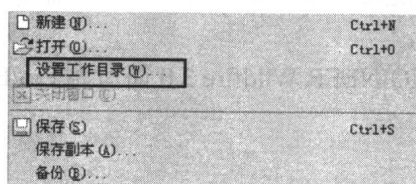
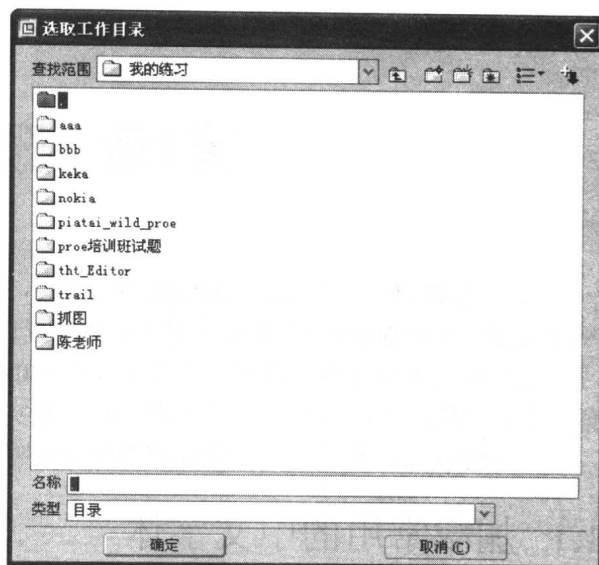

图1-1
图1-2
(1) 选择菜单命令【文件】/【设置工作目录】(参见图 1-1), 弹出【选取工作目录】对话框, 如图 1-2 所示。选择工作目录, 本书的工作目录为“我的练习”, 单击 按钮完成。